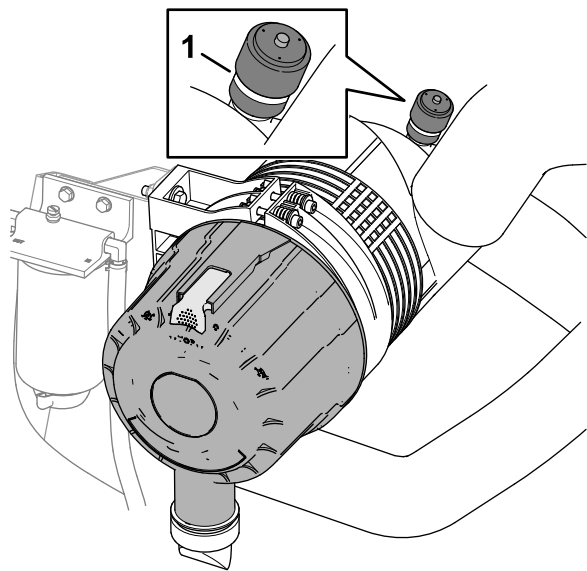

Figura 72
3. Compruebe el indicador de mantenimiento en el extremo de la carcasa del filtro de aire (Figura 72).